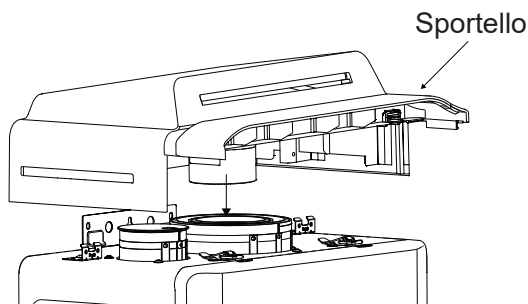

Fig. 2
3. Posizionare il REU-OVC e assicurarsi che sia completamente inserito (Fig. 2).